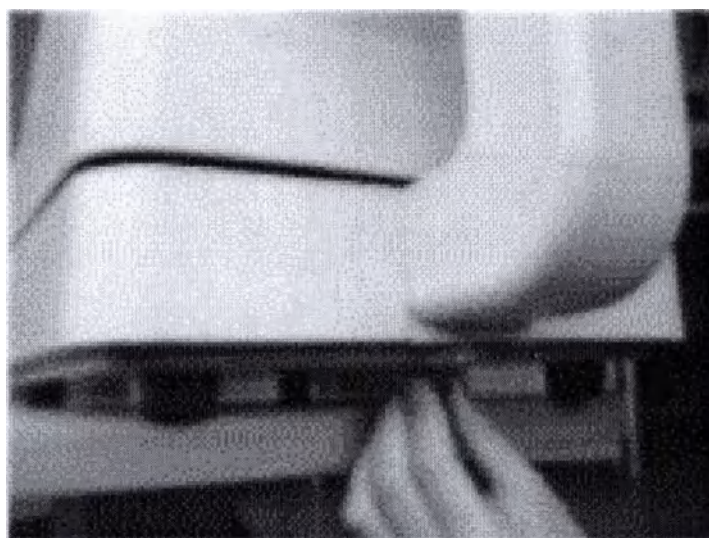

Рисунок 16
- отвернуть ограничительный винт (рисунок 16);